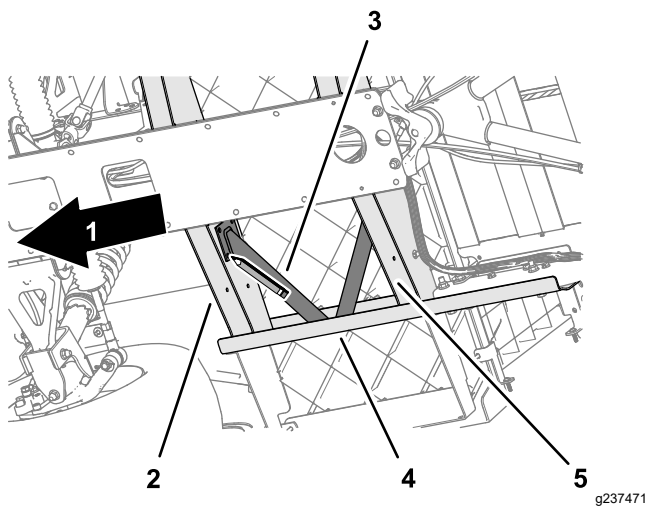
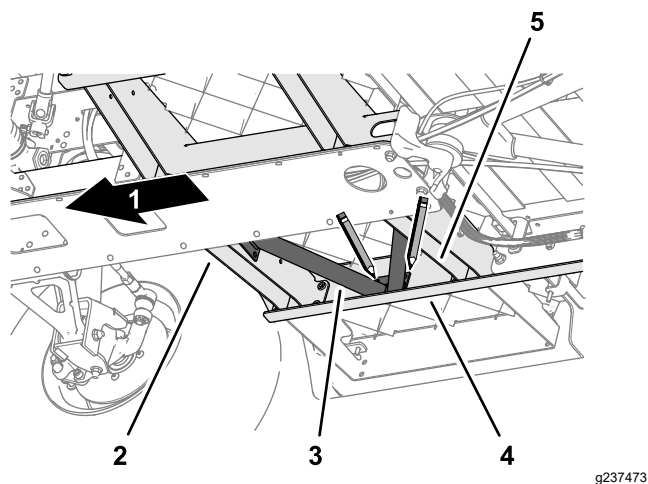
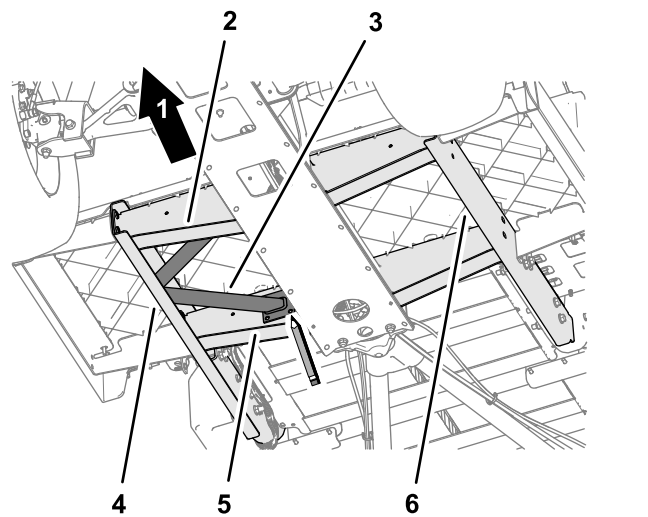

图 15
图 16
图 17
- 将底板梁的凸缘与机器的侧机架槽、前底板槽和后机架槽对齐图 15。
- 将底板梁与底板平行对齐图 15。
3. 用底板梁作为模板在侧机架槽和底板槽上标记孔的位置图 15、图 16 和图 17。